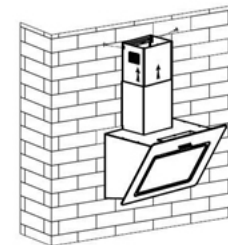

Figura 7
10. Estrarre il camino interno dal camino esterno fino a raggiungere la staffa sulla parete; fissarlo con 2 viti autofilettanti ST4x8 mm. Vedere figura 7.